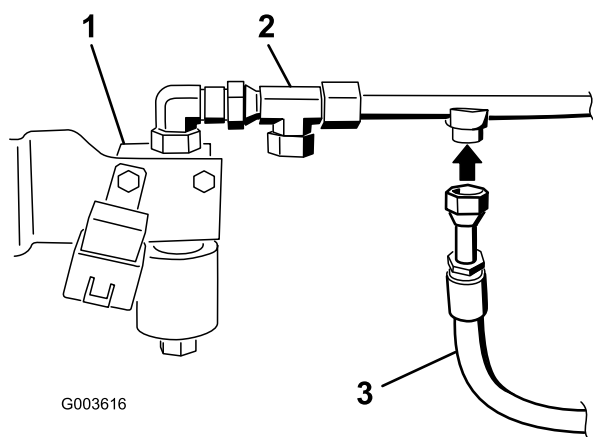

Figura 28
7. Instale o tubo hidráulico com encaixes no adaptador em T instalado na parte superior da válvula (Figura 28).